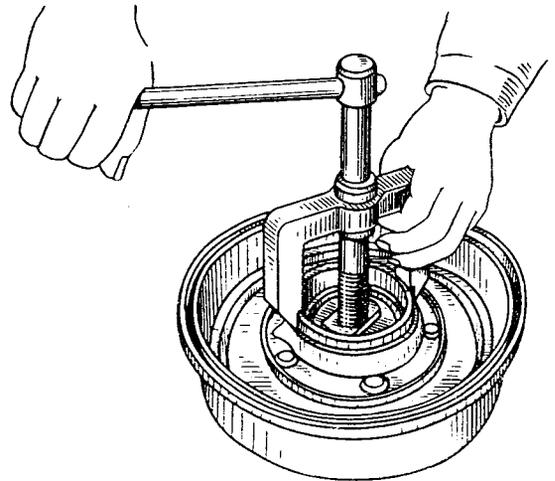

Bild 166. Auspressen des Außenringes des Radnabeninnenlagers
1. Außenring des Innenlagers mit einem Spezialabzieher auspressen (Bild 166). Gleichzeitig mit dem Außenring wird die Dichtung mit Druckscheibe und Innenring dieses Lagers ausgepreßt. Diese Arbeitsoperation ist mit Vorsicht auszuführen, um die Dichtung nicht zu beschädigen.